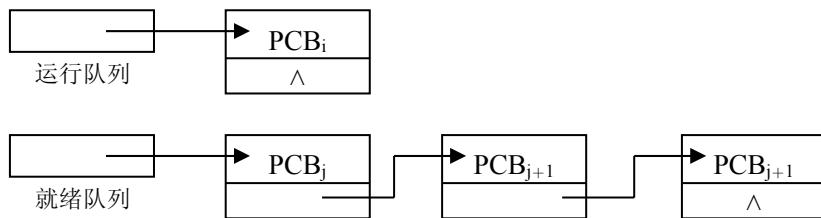

图 3.1 PCB 链表
(2) 为简单起见, 只设运行队列, 就绪链表两种数据结构, 进程的调度在这两个队列中切换, 如图 3.1 所示